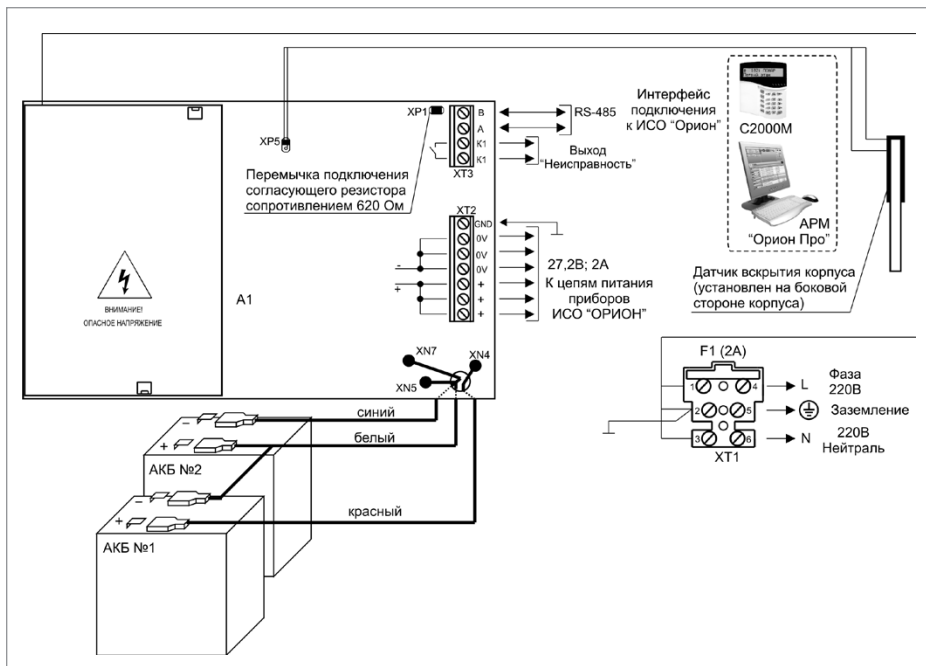
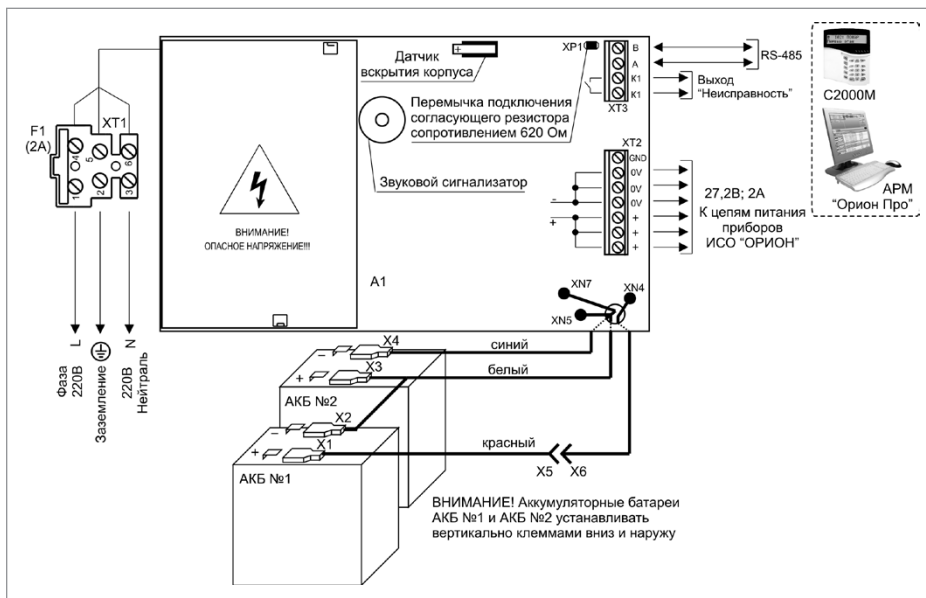

Рисунок 5. Схема внешних соединений РИП-24 исп.50 (РИП-24-2/7М4-Р-RS)
Рисунок 6. Схема внешних соединений РИП-24 исп.51 (РИП-24-2/7П1-Р-RS)
2.6. Схемы подключения РИП-24 исп.50 (РИП-24-2/7М4-Р-RS) и РИП-24 исп.51 (РИП-24-2/7П1-Р-RS) приведены на Рисунок 5 и Рисунок 6 соответственно.
2.16. Проверьте правильность произведённого монтажа в соответствии со схемой подключения (Рисунок 5 и Рисунок 6).
2.26. Отключите АКБ от платы РИП, отсоединив контакты Х1, Х2, Х3, Х4 от клемм АКБ (см. Рисунок 5 и Рисунок 6).